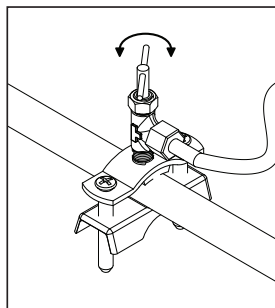

FIGURE 4
- Percer le tuyau de cuivre de la ligne d'eau froide à l'aide du robinet-vanne à étrier (saddle valve) (figure 4).